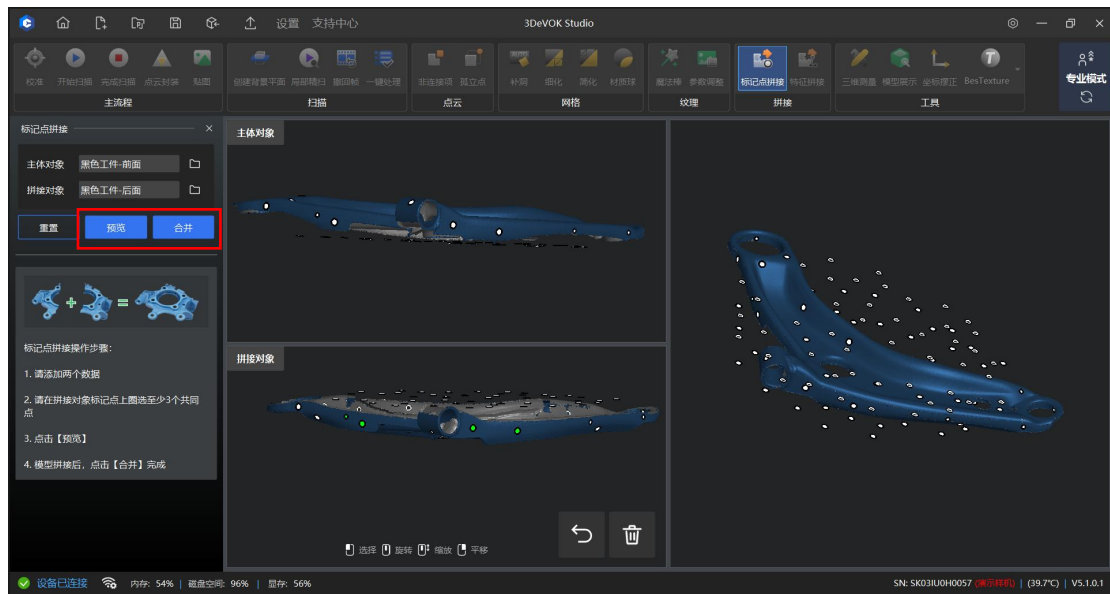

图 9-9 标记点拼接预览效果
5. 模型拼接完毕后, 点击“预览”按钮, 在右侧窗口查看模型拼接效果。确认拼接无误后, 点击“合并”按钮, 即可进入软件点云界面, 可进行封装等操作, 如图 9-9 所示。